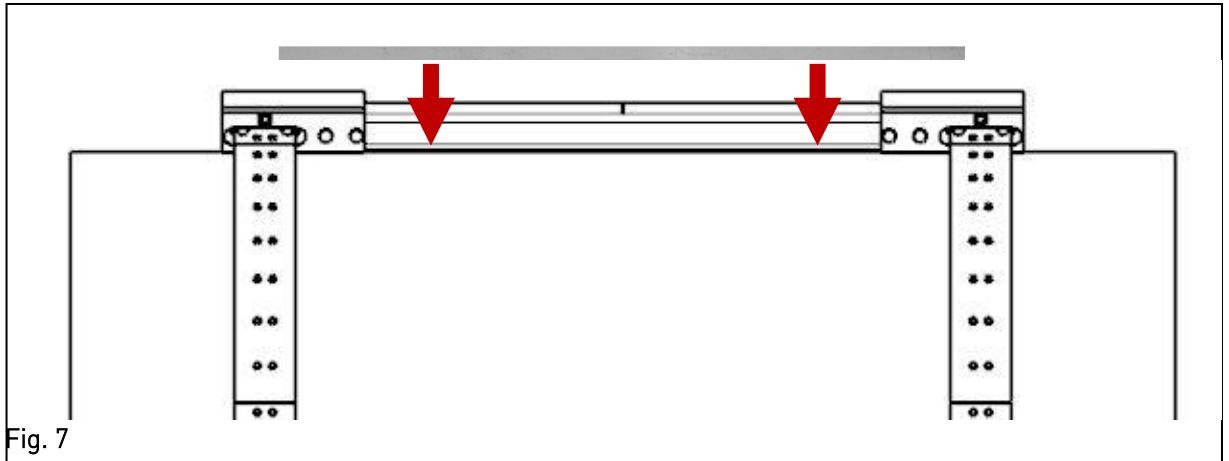

Fig. 7
16. Kontrollera fixeringen: Säkerställ att spalten mellan tvärstagen och röret är jämn och parallel, se Fig. 7